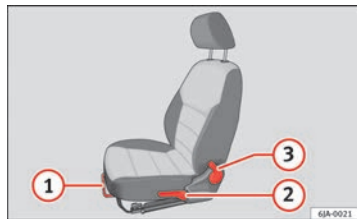

Abb. 70 Bedienelemente am Sitz / Bedienelemente an einem Sportsitz
- Ziehen Sie den Hebel ① ⇒ Abb. 70 (in der Mitte) nach oben und verschieben Sie den Sitz nach vorne oder hinten.
- Lassen Sie den Griff ① los und schieben Sie den Sitz weiter, bis die Sitzverriegelung hörbar einrastet.
- Um den Sitz anzuheben, ziehen bzw. Pumpen Sie den Hebel ② ⇒ Abb. 70 nach oben, bis der Sitz die gewünschte Position erreicht hat.
- Um den Sitz abzusenken, drücken bzw. Pumpen Sie den Hebel ② nach unten, bis der Sitz die gewünschte Position erreicht hat.
- Entlasten Sie die Sitzlehne (lehnen Sie sich nicht an), ziehen Sie den Hebel ③ ⇒ Abb. 70 und stellen Sie mit dem Rücken die gewünschte Neigung der Lehne ein.
- Wenn Sie den Hebel ③ loslassen, verbleibt die Lehne in der eingestellten Position. ■